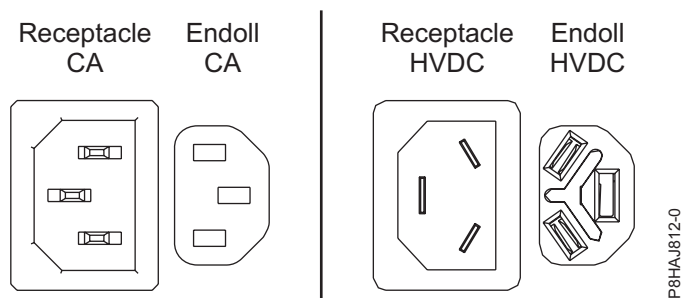
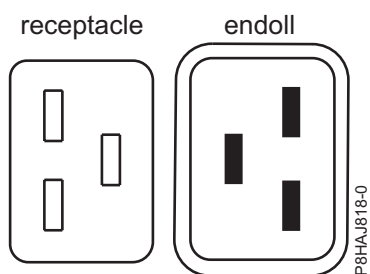
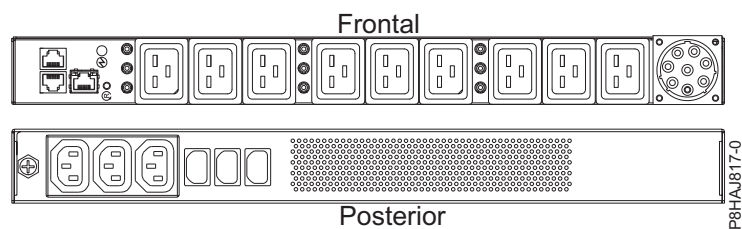

Figura 15. Connectors de CA i d'HVDC
Figura 16. Connectors per al sistema 8408-44E
Figura 17. PDU per al sistema 8408-44E
A la Figura 15 a la pàgina 38 es mostren els connectors admesos de corrent alternativa (CA) i de corrent directa d'alt voltatge (HVDC). A la Figura 16 a la pàgina 38 i a la Figura 17 a la pàgina 38 es mostren els connectors admesos i la unitat de distribució d'alimentació (PDU) per al model 8408-44E.